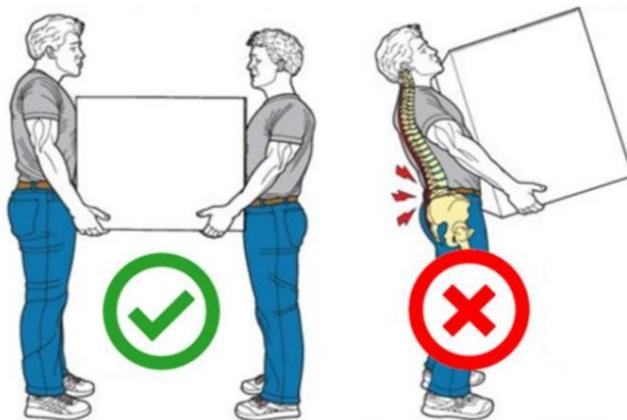

Fig. 6-5 - Técnica de manipulación
- en ambos lados; • Mantenga su vista despejada; • Asegúrese de que al menos dos operadores manejen el levantamiento de cargas voluminosas (Fig. 6-5); • Observar los límites relativos al peso máximo que puede levantar una persona;